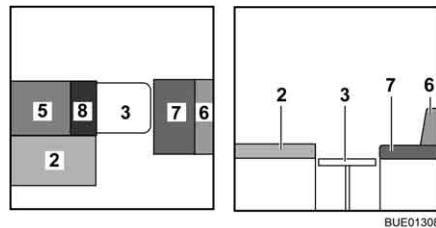

Fig. 142 Durante la trasformazione
- Posizionare il cuscino aggiuntivo (Fig. 142,8) sul tavolo.